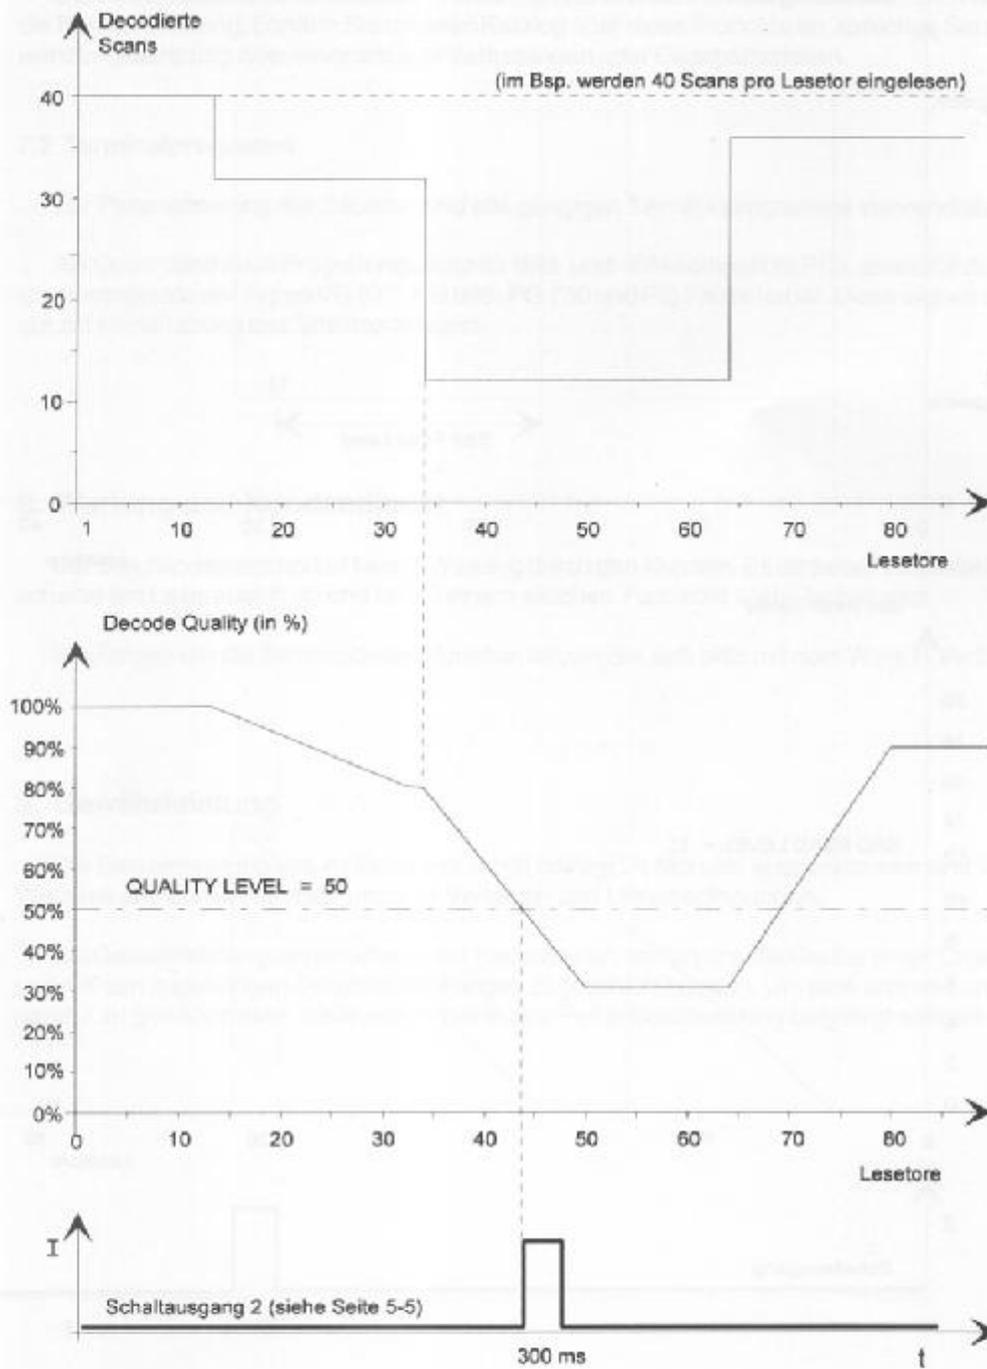

Bild 1
6.1.1 Langsame Abnahme der Lesesicherheit (DECODE QUALITY, Bild 1)
6.2.1 DECODE QUALITY (Bild 1)